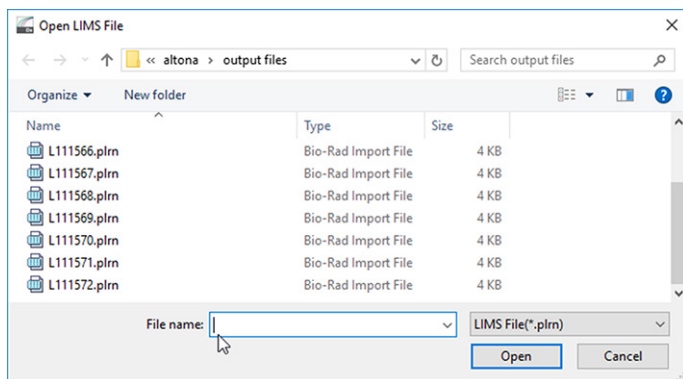

Figura 25: Cuadro de diálogo Open LIMS File (abrir archivo LIMS)
- En el cuadro de diálogo **Open LIMS File** (abrir archivo LIMS) que se abre, asegúrese de que el cursor está parpadeando en el campo **File name** (nombre de archivo) en la parte inferior (consulte la Figura 25). Si no es así, haga clic en el campo **File name** (nombre de archivo).